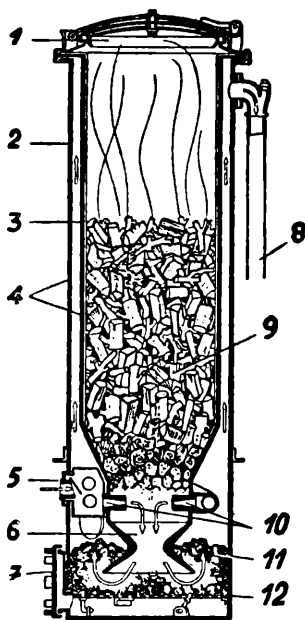

Рис. 37. Генератор „Imbert”.
Властивий генератор (рис. 37), це є котел з подвійними стінками (4), прикритий покривкою (1), що служить рівночасно за вентиль безпеки. Внизу знаходиться огнище (6), під ним решето (12), на яке, при розпалі, накладаємо деревний вугіль (11) через